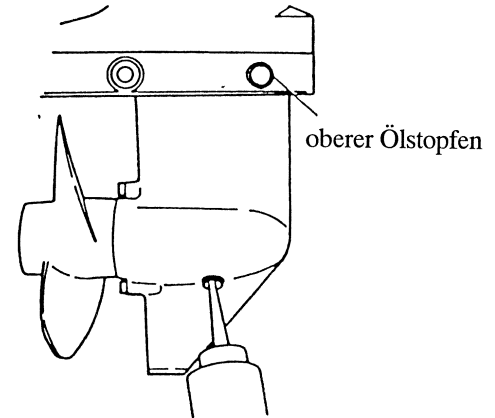

Abb. 29: neues Getriebeöl auffüllen
- \* Spitze der Öltube in unteren Ölstopfen stecken und solange Öl einfüllen, bis aus der oberen Ölstopfenöffnung Öl austritt. (Abb.29)